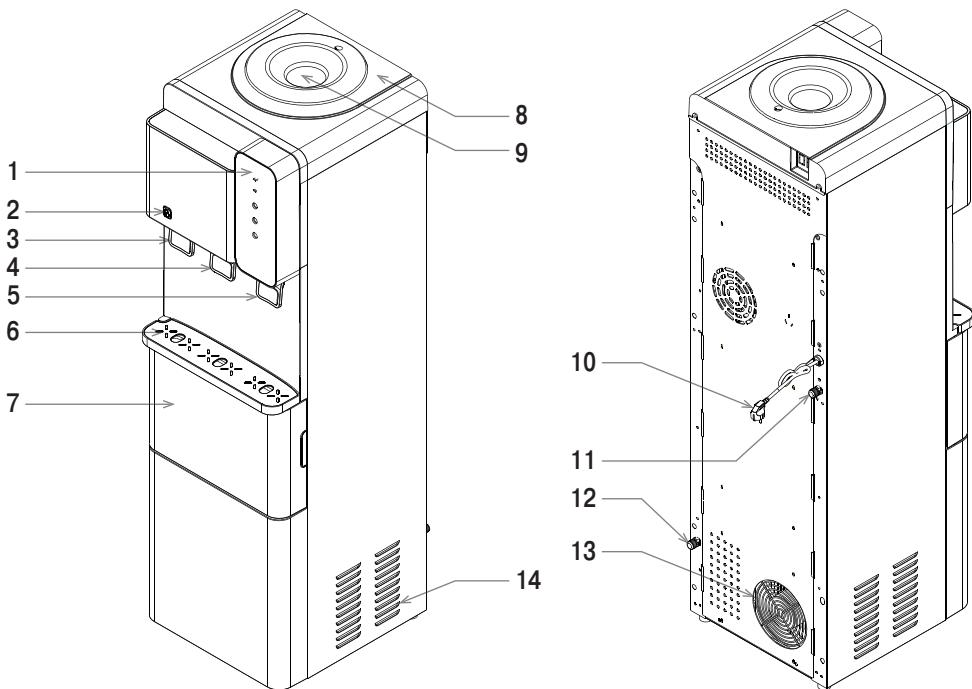
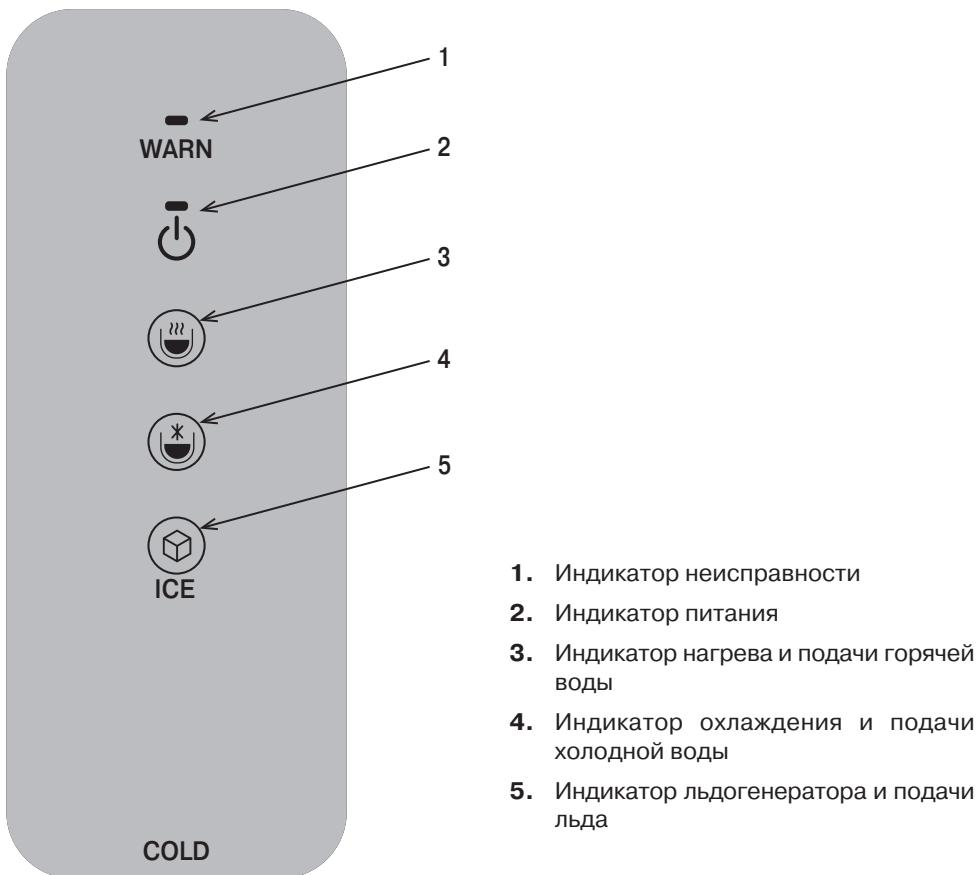

Рис. 1. Схема аппарата V25L
Рис. 2. Схема панели управления аппарата V25L
Перед первым использованием рекомендуется слить по 500 мл воды через каждый кран. Если кабель электропитания (рис. 1–10) и индикатор нагрева воды (рис. 2–3) были включены, когда система еще не заполнилась водой полностью, сработает термозащита, которую сможет отключить только специалист сервисного центра.
Когда Вы убедились, что вода из крана горячей воды (рис. 1–3) идет непрерывной струёй, включите функцию нагрева/охлаждения воды (рис. 2–3, 2–4).
Краны подачи воды (рис. 1–3, 1–4, 1–5)
Для того чтобы налить горячую воду, удерживая клавишу защиты (рис. 1–2), нажмите кружкой на кран подачи горячей воды (рис. 1–3). Для того, чтобы налить воду комнатной температуры, нажмите кружкой на кран подачи воды комнатной температуры (рис. 1–4). Для того, чтобы налить холодную воду, нажмите кружкой на кран подачи холодной воды (рис. 1–5). В силу технических особенностей кранов, после каждого использования аппарата допустимо подкапывание воды в объеме 5–10 мл в лоток каплесборника (рис. 1–6).
После включения прибора последует один звуковой сигнал, загорится индикатор питания (рис. 2–2), включится подсветка зоны набора воды и прибор перейдет в режим ожидания.
Для старта процесса нагрева/охлаждения воды нажмите на индикатор нагрева/охлаждения (рис. 2–3/2–4). После этого раздастся один звуковой сигнал и начнётся мигание соответствующего индикатора, извещающее о выполнении нагрева/охлаждения; когда температура воды достигнет установленного значения, индикатор горячей/холодной воды будет гореть постоянно; если вам нужно выключить функцию нагрева/охлаждения воды, нажмите на индикатор нагрева/охлаждения (рис. 2–3/2–4) снова, индикатор горячей/холодной воды погаснет, и функция нагрева/охлаждения будет выключена.
Дождитесь, пока индикатор охлаждения воды перестанет мигать. (*Если запустить процесс приготовления льда, не дожидаясь завершения процесса охлаждения воды, время приготовления первой порции льда значительно увеличится.*) После этого нажмите индикатор приготовления льда (льдогенератора) (рис. 2–5), последует один звуковой сигнал, индикатор приготовления льда начнет мигать, процесс приготовления льда будет запущен, а время приготовления льда составит около 10 минут / цикл. Когда индикатор льдогенератора горит постоянно, это означает, что камера для льда заполнена, приготовление льда приостановлено; уберите «кубики» льда из камеры, и функция приготовления льдаerezapustit-ся; если Вы получили достаточное количество льда и функцию приготовления льда нужно отключить, нажмите индикатор льдогенератора (рис. 2–5) снова, индикатор погаснет, и функция приготовления льда будет выключена.
Пожалуйста, следите за тем, чтобы уровень воды в емкости не превышал установленного уровня. Сливайте скопившуюся воду через отверстие для слива воды (рис. 1–12), расположенное на задней части аппарата.
1. Сразу отключите функции нагрева/охлаждения воды и функцию приготовления льда (рис. 2–3, 2–4, 2–5).
4. Убедившись, что вода из крана горячей воды (рис. 1–3) идет непрерывной струёй, включите функцию нагрева/охлаждения воды и функцию приготовления льда (рис. 2–3, 2–4, 2–5).
3. Снимите съёмные детали (рис. 1–6, 1–9) с аппарата и тщательно промойте их с небольшим количеством моющего раствора, предназначенного для мытья посуды. Никогда не мойте съемные детали аппарата каким-либо иным способом, кроме как вручную.
3. Возьмите емкость для воды и слейте воду через краник холодной или воды комнатной температуры (рис. 1–5, 1–4). Убедитесь, что горячая вода в аппарате остыла и только после этого слейте горячую воду через краник горячей воды (рис. 1–3).
4. Остатки воды в системе необходимо слить, открыв пробку отверстия для слива воды, расположенного на задней стенке аппарата (рис. 1–11), после чего закрыть отверстие.
6. Промойте аппарат чистой водой: необходимо залить в систему около 4 литров чистой воды, затем слить через кранники горячей (рис. 1–3), воды комнатной температуры (рис. 1–4), холодной воды (рис. 1–5) и отверстие для слива (рис. 1–11). При необходимости повторите процедуру.
1. Отключите функции нагрева/охлаждения воды и функцию приготовления льда (рис. 2–3, 2–4, 2–5).
3. Слейте воду из краника холодной воды или воды комнатной температуры (рис. 1–5, 1–4).
4. Убедитесь, что горячая вода в аппарате остыла и только после этого слейте горячую воду через краник горячей воды (рис. 1–3).
5. Остатки воды в системе необходимо слить, открыв пробку отверстия для слива воды, расположенного на задней стенке аппарата (рис. 1–11).